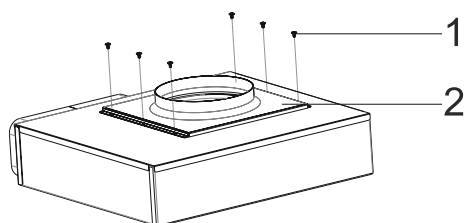

Fig. 17
- Skruva ut de 6 skruvarna och lossa utsugsplattan (Fig. 17).